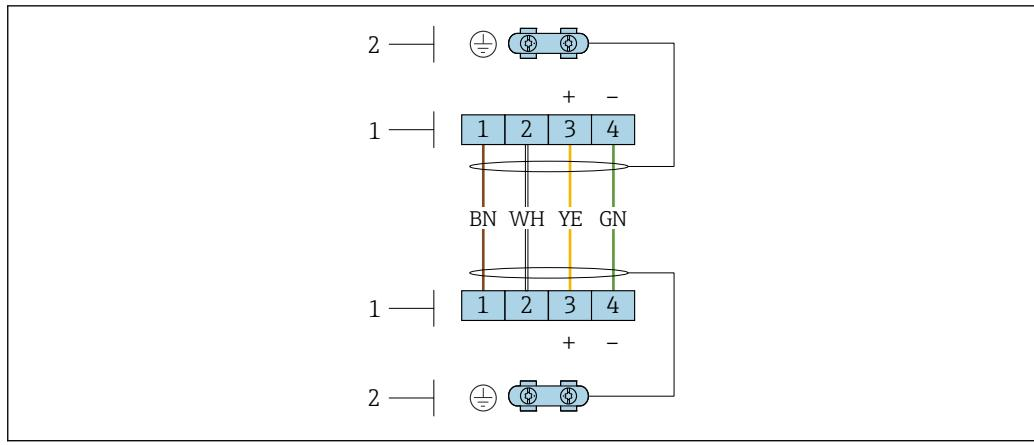
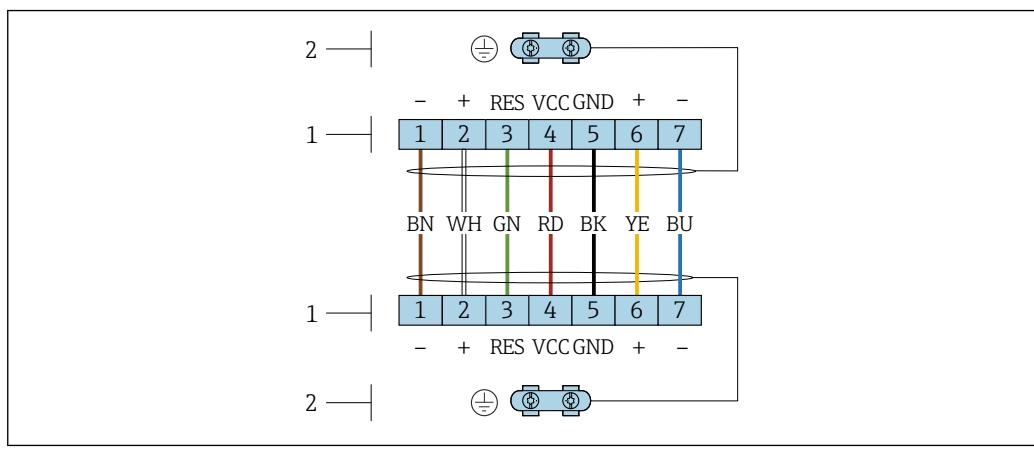

图 3 变送器墙装架中的接线腔和传感器接线盒内的接线端子
图 4 变送器墙装架中的接线腔和传感器接线盒内的接线端子
5. 连接线芯→ 图 3, 图 29→ 图 4, 图 29。